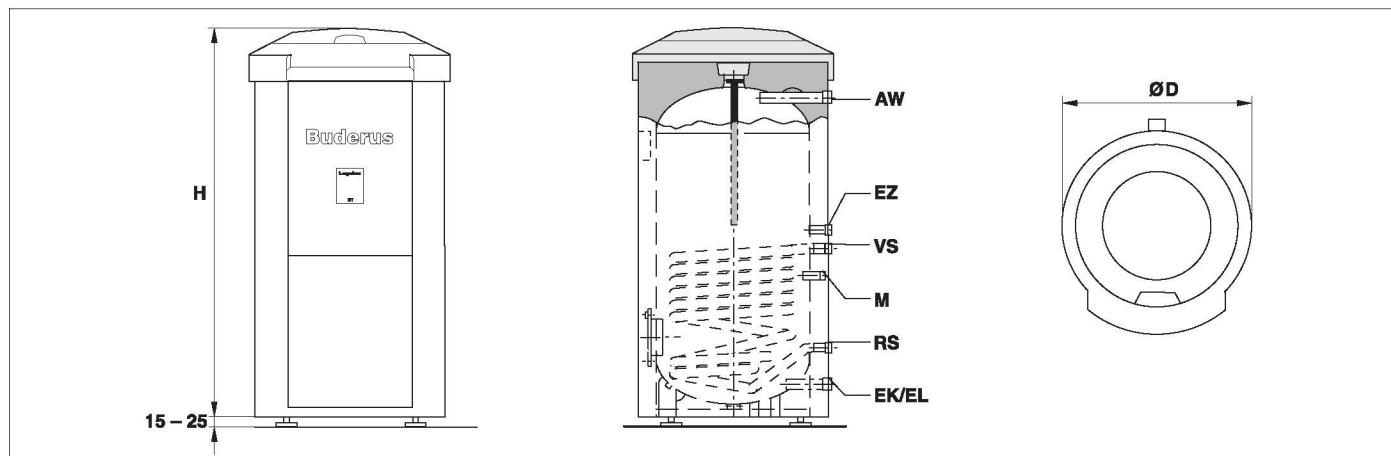

Рис. 2 Размеры и подключения (приведены в мм)
- Приварная гильза для установки температурного датчика горячей воды (рис. 2, стр. 7, М)
Через гладкотрубный теплообменник (рис. 2, стр. 7) происходит теплопередача энергии воды греющего контура воде для контура ГВС в баке-водонагревателе. Температура равномерно распределена по всему объему бака.